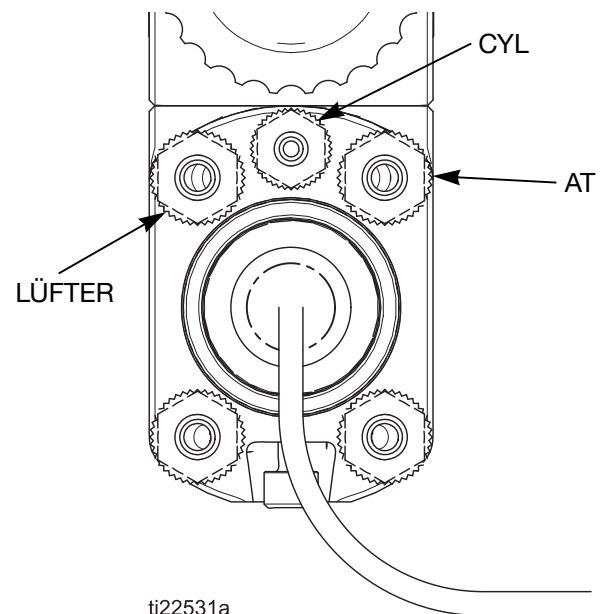

ABB. 20 Verteilerluftanschlüsse
6. Mit dem Luftdruckregler an der Zerstäuberluftzufuhrleitung (AT) den Grad der Zerstäubung einstellen. (Siehe **ABB. 20**.) Ein typischer Zerstäubungsdruck für eine Materialflussrate von 0,3 Litern pro Minute wäre beispielsweise 1,4-2,1 bar, 0,14-0,21 MPa (20-30 psi) am Pistolerverteiler.
2. Die Spritzfunktionen der Pistole mit dem Magnetventil an der Zylinderluftzufuhrleitung (CYL) ein- und ausschalten. Ein Mindestluftdruck von 3,4 bar, 0,34 MPa (50 psi) am Zylinderluftanschluss (CYL) aktiviert die Ein-/Ausschaltsequenz von Zerstäuberluft (AT), Gebläseluft (FAN) und Material (P). Siehe ABB. 20, Seite 30